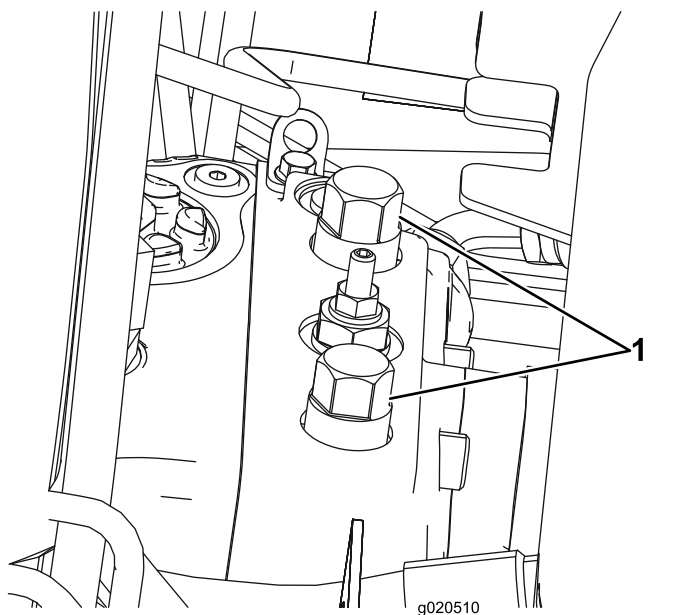

Figura 20
1. Abra o capot e localize as válvulas de distribuição (Figura 20) na parte superior da bomba, por detrás das caixas da bateria/armazenamento.